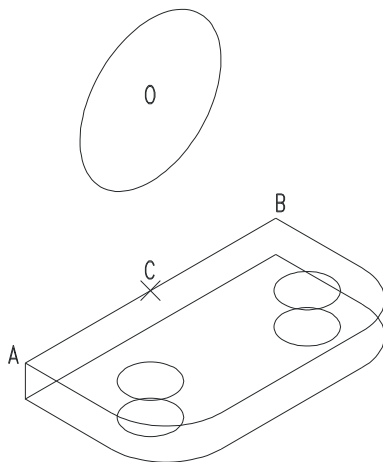

图 11-1-8
STEP 01 绘制座体的圆柱体, 如图 11-1-8 所示, 具体操作如下:
// 效果如图 11-1-8 所示